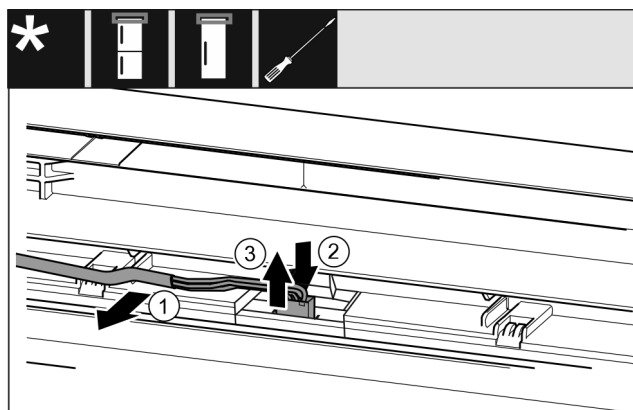

Fig. 20
- Απελευθερώστε το γκρι καλώδιο προσεκτικά από τον οδηγό στην πόρτα. Fig. 20 (1)
- Πιέστε το αυτάκι πίσω από το φισ προς τα πίσω. Fig. 20 (2)
- Αφαιρέστε το φισ τραβώντας το προσεκτικά προς τα επάνω. Fig. 20 (3)